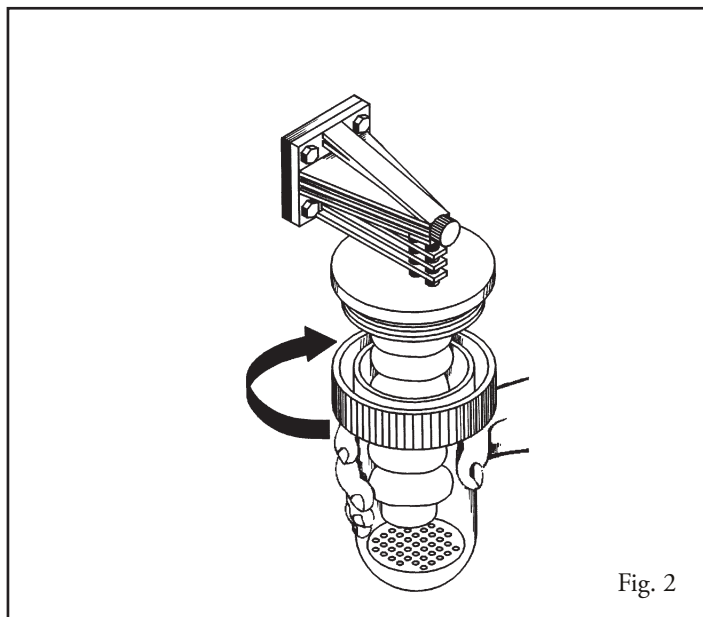

Fig. 2
Chiudere la valvola di intercettazione acqua fredda (1) vedi pagina precedente. Aprire un rubinetto di acqua calda più vicino per togliere pressione all'interno del circuito acqua sanitaria e svitare la coppa (fig. 2).